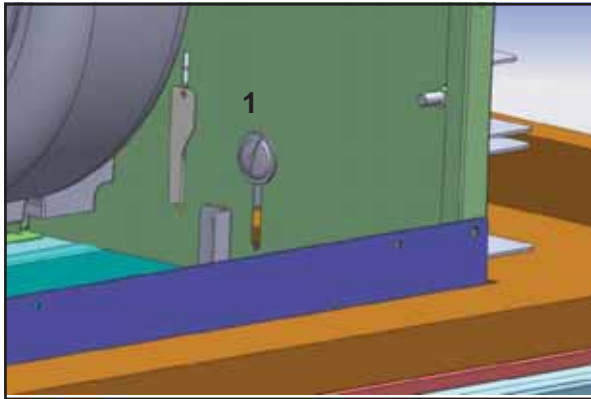

FIG.7
- 6) Depuis l'intérieur de la hotte, fixez une (1) vis M4x8 dans chaque support d'installation inférieur. La position de cette vis s'ajuste en fonction de l'épaisseur de l'armoire (Fig. 7). Ne serrez pas la vis jusqu'au bout.